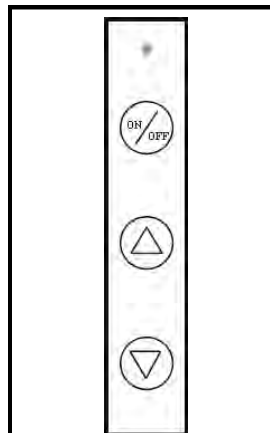

FIG. 2
4. Attendre cinq (5) minutes pour laisser échapper tout le gaz. Reniflez tout autour de l'appareil, y compris près du plancher, pour déceler une odeur de gaz. Si vous sentez une odeur de gaz, **ARRÊTEZ!** Passez à l'étape "B" des instructions de sécurité sur la portion supérieure de cette étiquette. S'il n'y a pas d'odeur de gaz, passez à l'étape suivante.
6. Si vous utilisez le panneau de contrôle manuel, appuyer sur le bouton ON/OFF (en haut). (voir fig. 2). Un signal sonore confirmera que la séquence de démarrage a commencé ; relâcher le bouton.